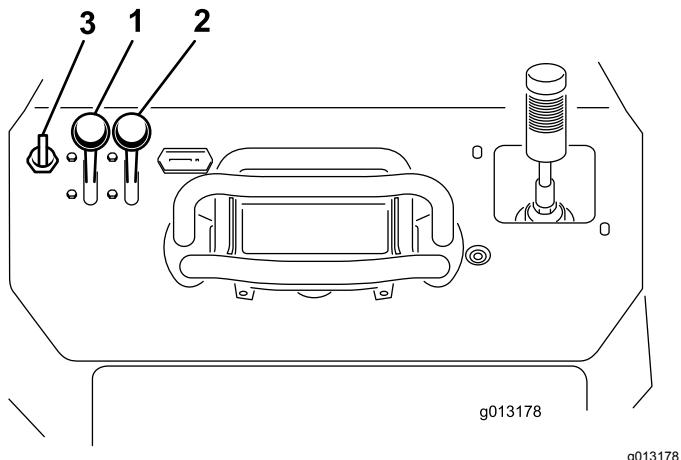

Figura 16
- Mueva la palanca del acelerador a un punto intermedio entre las posiciones de LENTO y RÁPIDO (Figura 16).
- Mueva la palanca del estárter a la posición de ABIERTO (Figura 16).
- Gire la llave a la posición de CONECTADO (Figura 16). Cuando el motor arranque, suelte la llave.
- Mueva gradualmente la palanca del estárter a la posición de DESCONECTADO (Figura 16). Si el motor se cala o funciona de forma irregular, active el estárter otra vez hasta que el motor se caliente.
- Mueva la palanca del acelerador a la posición deseada (Figura 16).
- Mueva la palanca del acelerador a la posición de LENTO (Figura 16).